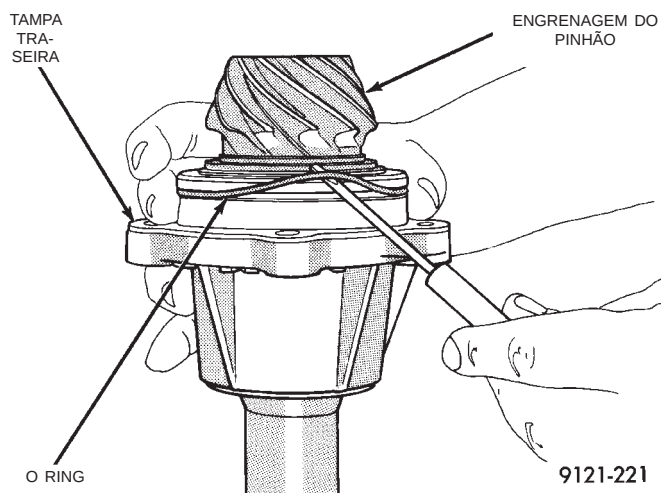

Fig. 25 Remoção do O ring
(5) Remova o O Ring da tampa traseira (Fig. 25).